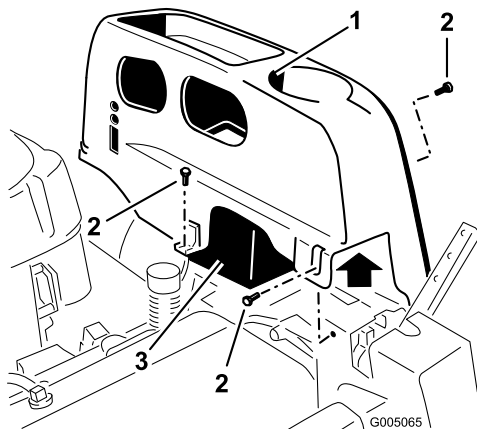

Figura 19
2. Togliete i dispositivi di fermo della testata TORX® (25) che fissano il coperchio sinistro al telaio come illustrato nella Figura 19.